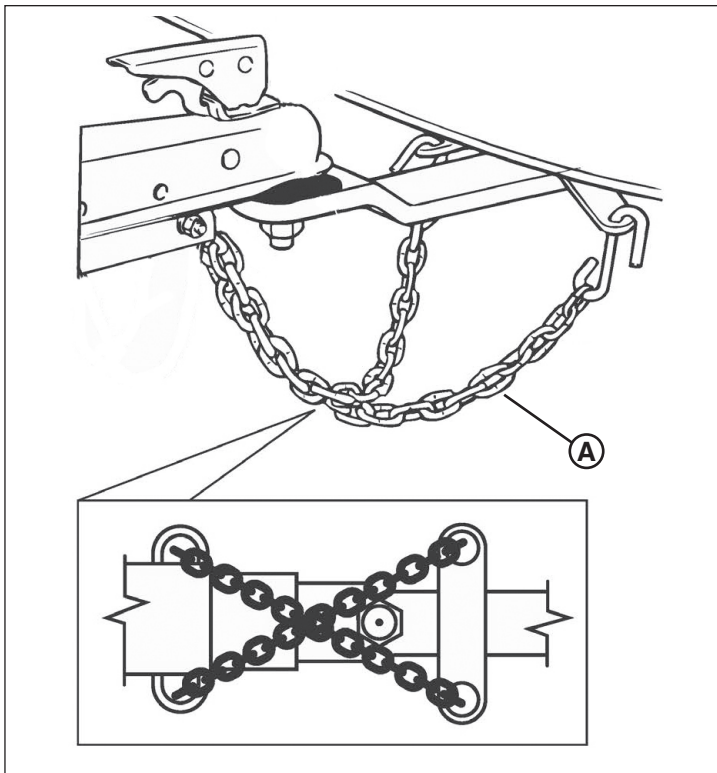

Figure 7
6. Fixer les chaînes de sécurité (A, Figure 7) au cadre de l'attelage du véhicule remorqueur. Croiser les chaînes sous la flèche tel qu'illustré à la Figure 7. Laisser assez de lâche dans les chaînes pour permettre les virages, mais pas trop pour éviter que les chaînes entrent en contact avec la surface de la route.